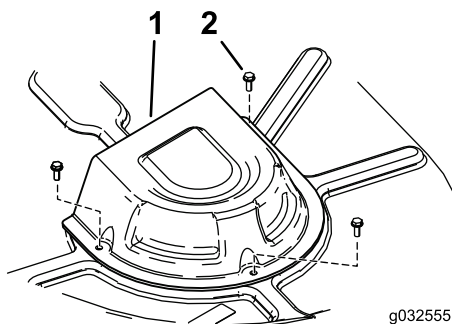

Figure 58
4. Déposez les couvercles de poulie (Figure 58).